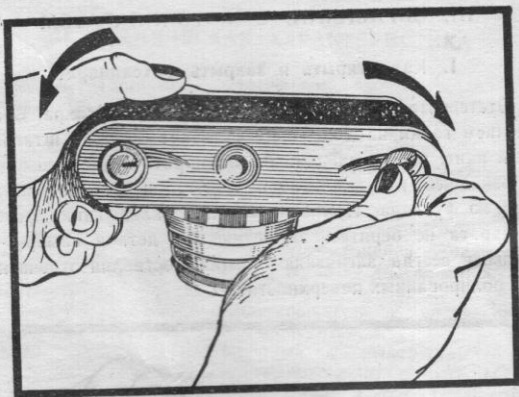
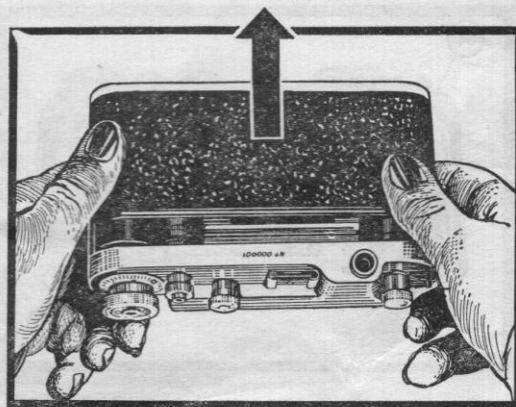
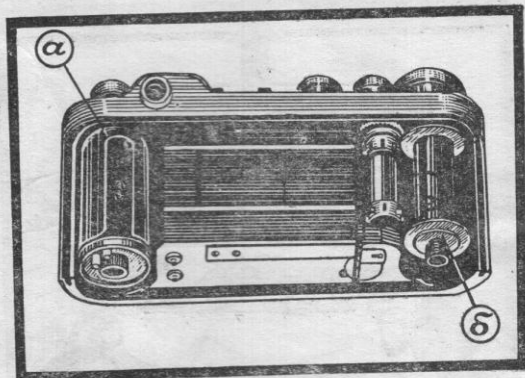

Рис. 2.
Рис. 3.
Рис. 4.
Повернув аппарат, поднимите ногтем дужки замков и поверните их на пол-оборота до упора, как показано на рис. 2. Нажимая большими пальцами, сдвиньте заднюю крышку (24), так чтобы ее край вышел из паза корпуса, и снимите ее (рис. 3). Открытая камера показана на рис. 4.